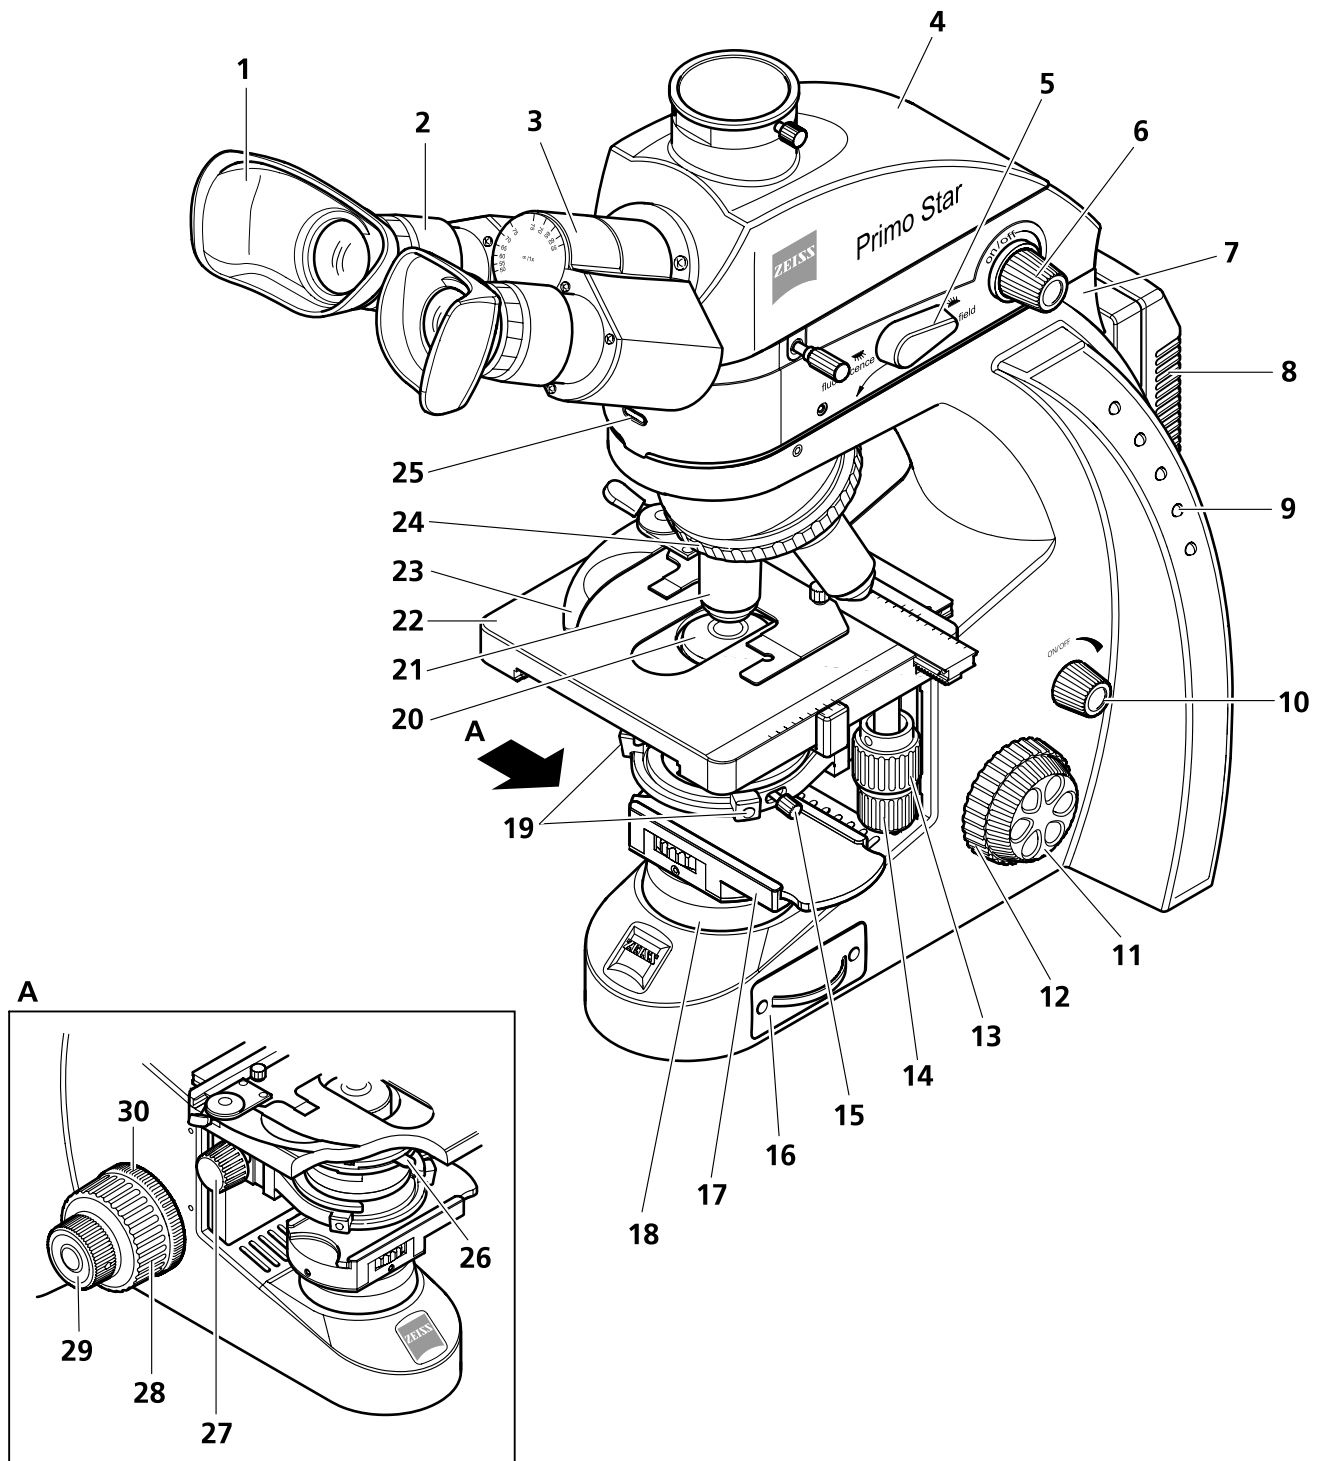

Figura 17 Mandos del Primo Star iLED
- La suavidad del mando macrométrico (Figura 16/25 y Figura 17/30) es ajustada en la fábrica y puede ser reajustada en caso necesario.
- Girar el conmutador para luz transmitida / luz reflejada (Figura 17/5) hacia arriba a la posición para luz transmitida (**Brightfield**).
- Encender luz transmitida mediante el botón giratorio (Figura 17/10) y ajustar la intensidad luminosa deseada.
Los diodos luminiscentes azules (Figura 17/9) integrados en ambos lados del estativo indican este ajuste en cinco escalones.
- Girar el conmutador para luz transmitida / luz reflejada (Figura 17/5) hacia arriba a la posición para luz reflejada (**Fluorescence**).
- Encender luz reflejada mediante el botón giratorio (Figura 17/6) y ajustar la intensidad luminosa deseada.
Cuando el dispositivo de luz reflejada está encendido, la lámpara piloto (Figura 17/25) situada en la parte delantera del dispositivo de luz reflejada luce. La luminosidad de la lámpara piloto corresponde a la intensidad luminosa ajustada.
**Leyenda para la Figura 17:**